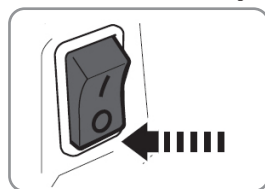

Fig. 13
2. Setati comutatorul în poziția „0” (STOP) (Fig. 13). După oprirea motorului, eliberați comutatorul de oprire – acesta revine în poziția de funcționare.